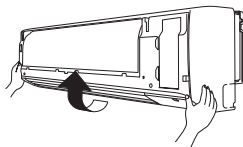

Fig. 3-86
- (6) Levante a grade na direcção indicada pela seta e puxe-a na sua direcção para a retirar. (Fig. 3-86)